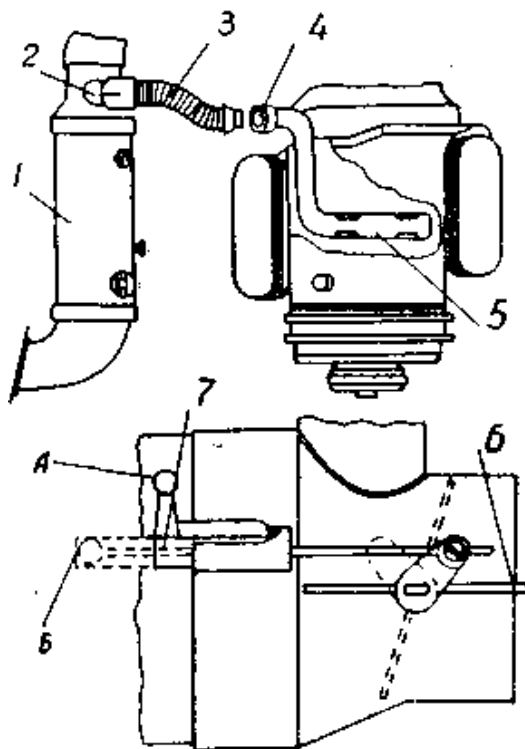

Рис. 13. Устройство для предпускового подогрева двигателя:
3. Закройте заслонку 6 отопителя (рис. 13), потянув кнопку 7 на себя до отказа, и поверните ее на 90°.